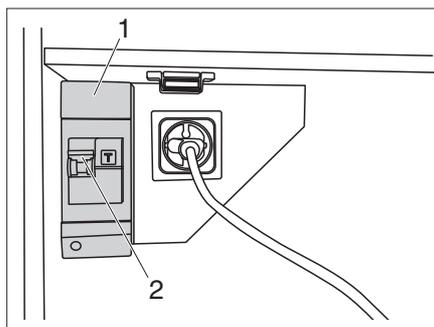

Fig. 42 Interruttore di sicurezza a 230 V
Il collegamento a 230 V è protetto da un interruttore di sicurezza bipolare (Fig. 42,1).
- ▷ L'interruttore FI (Fig. 42,2) per 230 V dovrebbe essere fatto scattare almeno una volta l'anno, in modo che il meccanismo non "si incollì" e il tempo di attivazione non si prolunghi.